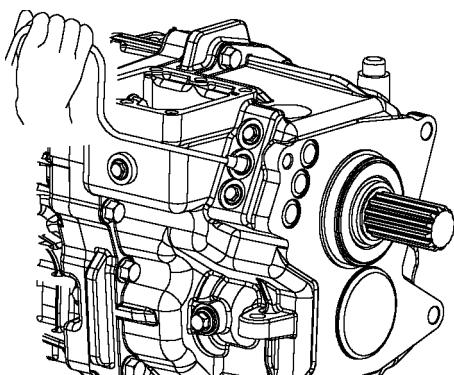

Рис. 6.6. Снятие плунжеров и пружин фиксатора
5. Отверните фланцевые болты и при помощи магнита выньте пружины и плунжеры (рис. 6.6).